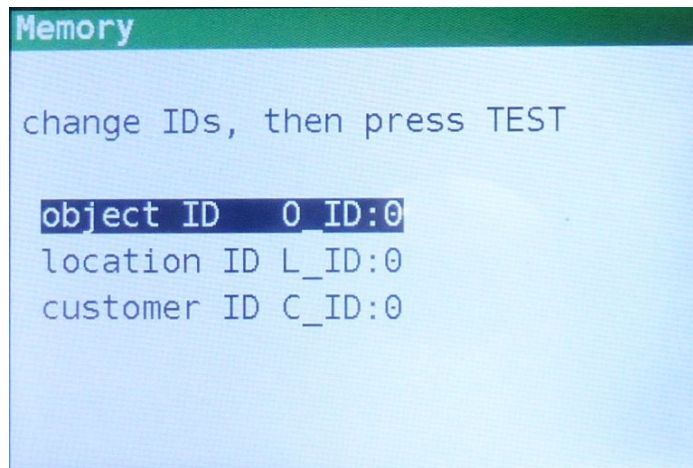

Abbildung 8.5: ID-Editor
Schritt 3 Um die Kunden-ID, die Standort-ID oder die Objekt-ID zu ändern, drücken Sie die **LINKE** Taste. Der folgende Bildschirm wird angezeigt (Abbildung 8.5).